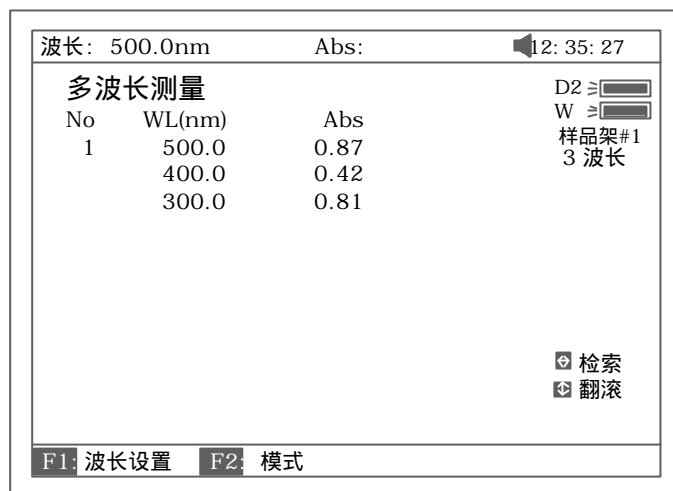

图 71
- b. 待测样品置入样品光路中，按【START】键开始测量。一组波长测完，总是回到第一个波长处。最后测量结果显示如图 71。
- a. 图 71 中，按【SAVE】键，再输入文件名后按【ENTER】确认即完成测试结果的存储
- c. 图 71 中，按【PRINT】键即可打印出测试报告，图 72 所示。